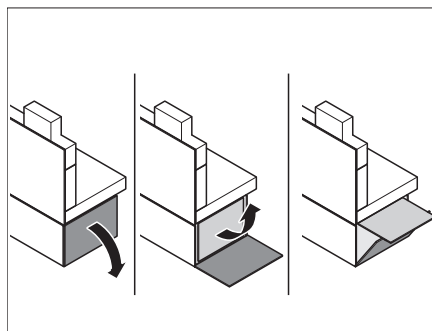

Fig. 146 Déployer la rallonge de la banquette
- Déployer la rallonge de la banquette (Fig. 146).
- Déployer les rallonges de la banquette (Fig. 146).